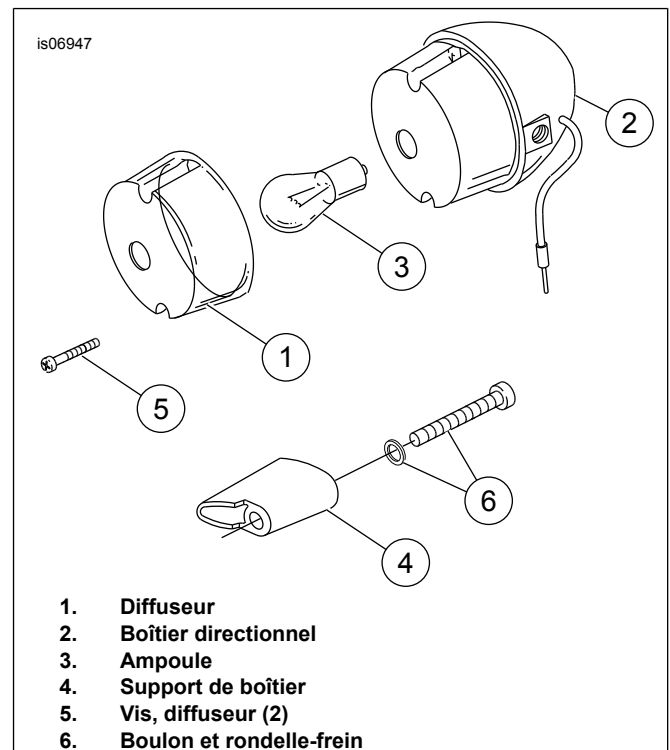

Figure 1. Déposer la tige de série
1. Voir Figure 1. Retirer le diffuseur (1) du boîtier de feu de direction (2) arrière. Retirer l'ampoule (3) de la douille de boîtier directionnel.